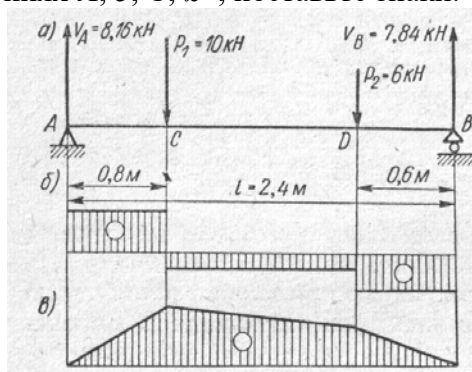

Рис. 15.
1. На рис. 95, а изображена балка, нагруженная сосредоточенными силами. На рис. 15, б и в приведены эпюры поперечных сил и изгибающих моментов. Вычислите величины ординат этих эпюр в характерных сечениях Л, 5, С, £, поставьте знаки.